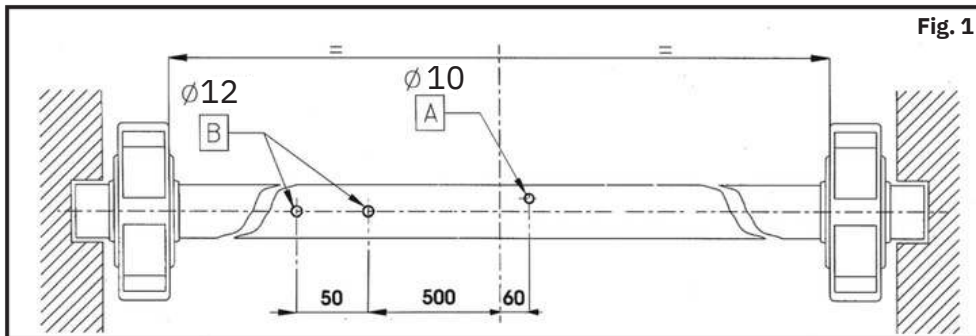
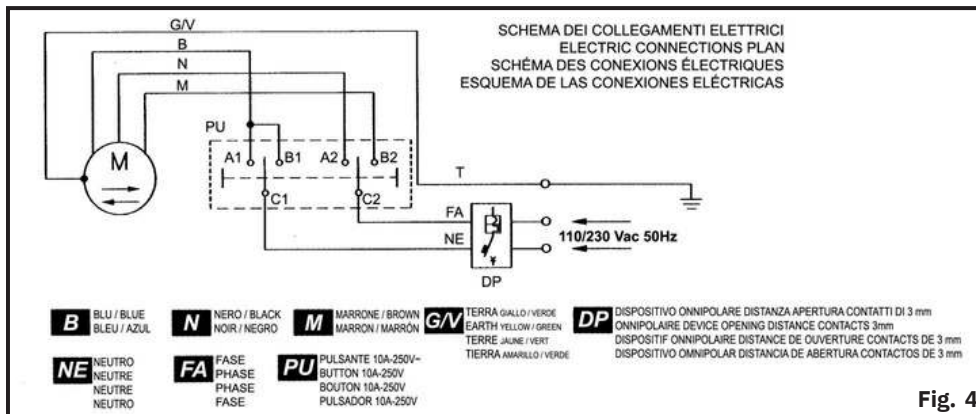

Fig. 1
Fig. 4
- B) Effettuare sull'albero della serranda le tre forature non passanti (FIG. 1).
- F) Se l'albero della serranda è inferiore al diametro del foro dello chassis del motoriduttore è necessario a questo punto montare i manicotti di riduzione, posizionandoli con riferimento al foro A diametro 10 mm, già effettuato (fig. 1).
- P) Introdurre il cavo 4X1 in dotazione all'interno del foro B (fig 1), evitando qualsiasi contatto con le parti in movimento; eseguire i collegamenti elettrici secondo lo schema elettrico in fig.4. In presenza di motoriduttore con elettrofreno, introdurre la guaina del freno all'interno del secondo foro B.
- B) Effect on the tube of the shutter 3 non passing perforations (figure 1); If the motor is not equipped with electrobrake, make only perforation B.
- F) In case the tube of the shutter is inferior to the diameter of the hole chassis motor, you must mount the sleeves reduction positioning them with reference to the hole A diameter 10 mms, (fig. 1).
- P) Introduce the electric cable 4X1 into the hole B (fig 1), avoiding any contact with the parts in movement. Perform the electric connections according the electric plan (fig.4). In presence of motor with electrobrake, introduce the sheat of the brake inside the second hole B.
- B) Effectuer sur l'arbre du rideau les trois crevaisons non débouchants (FIG. 1); si le moteur n'est pas doué d'électro-frein, effectuer seulement le crevaison B.
- F) Si le tube du rideau est inférieur au diamètre du trou du châssis du moteur, il sera nécessaire d'appliquer les réductions en plastique, avec référence au trou A de 10 mm, déjà effectué (fig.1).
- P) Introduire le câble 4X1, en dotation, dans l'intérieur du trou B (fig 1) en évitant le contact avec les parties en mouvement; exécuter les connexions électriques, selon le schéma indiqué dans la fig.4. En présence de moteur avec de l'électro-frein, introduire la gaine du frein à l'intérieur du second trou B.
- B) Efectuar sobre el árbol del cierre metálico los tres taladros no pasante (FIG. 1); en el caso de motor sin electrofreno, efectuar un solo taladro B. (Fig.1)
- F) Si el árbol del cierre metálico es inferior al diámetro del taladro del chasis del motor, es necesario montar las reducciones de plástico, posicionándola con referencia al taladro A. diámetro 10 mm, ya efectuados. (Fig. 1).
- P) Introducir el cable eléctrico 4X1 en el taladro B (Fig 1) evitando cualquier contacto con las partes en movimiento; Ejecutar los empalmes según el esquema eléctrico en fig.4 En presencia de motor con electrofreno, introducir la funda del freno dentro del segundo taladro B (Fig. 1).